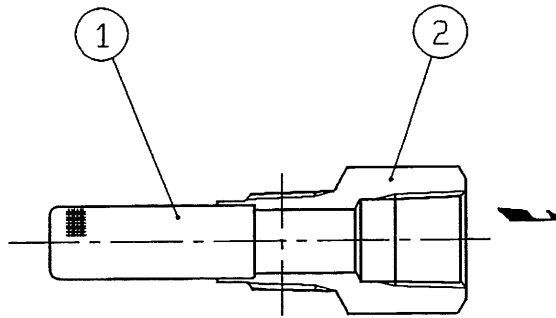

図6 FLI4型ストレーナ
FLI4型ストレーナ(B) [図6] は、OD3型ダイヤフラム式基本弁(A)の弁箱(15)に直接ねじ込まれていますから、アクセサリ回りを取外した後で取出すことができます。
5. 5 FLI4型ストレーナ(B) [図6]